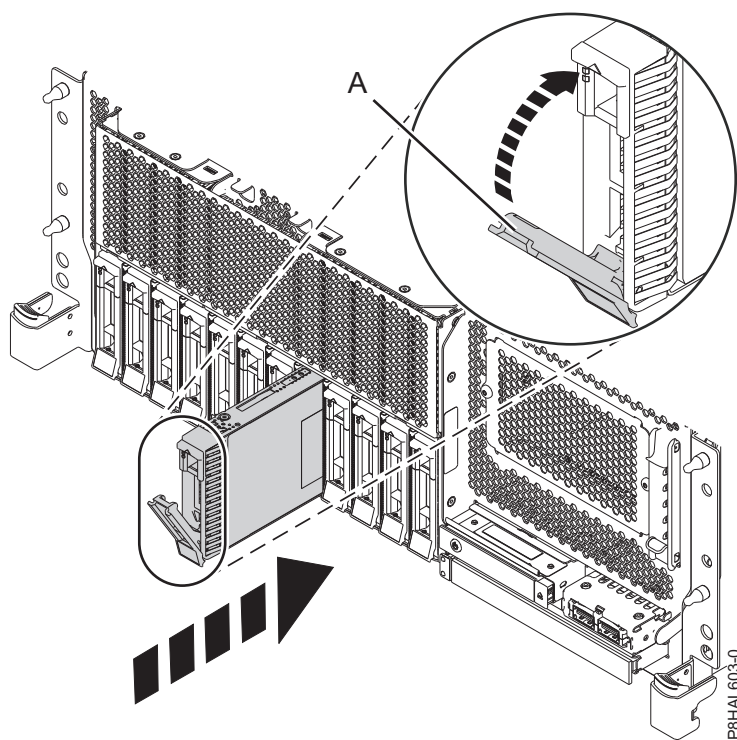
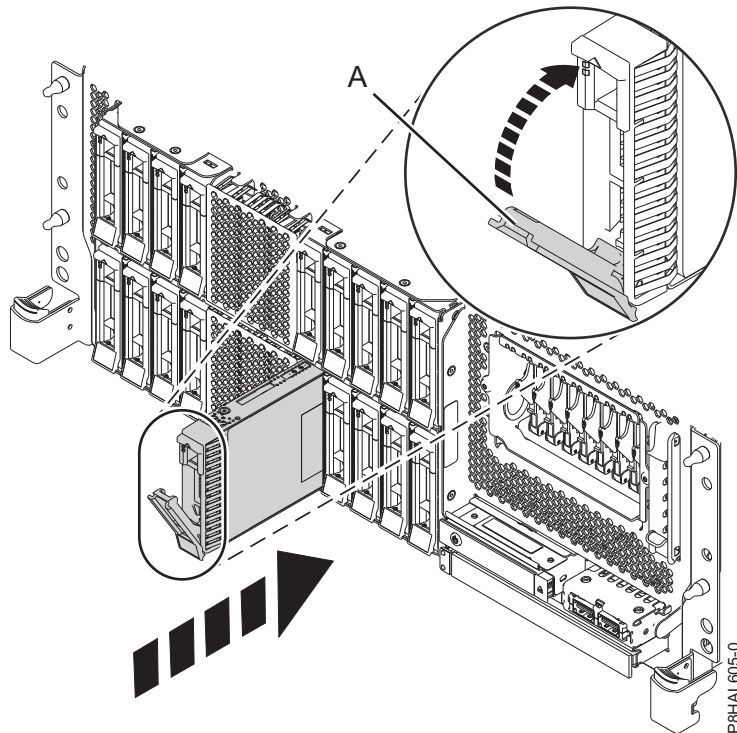
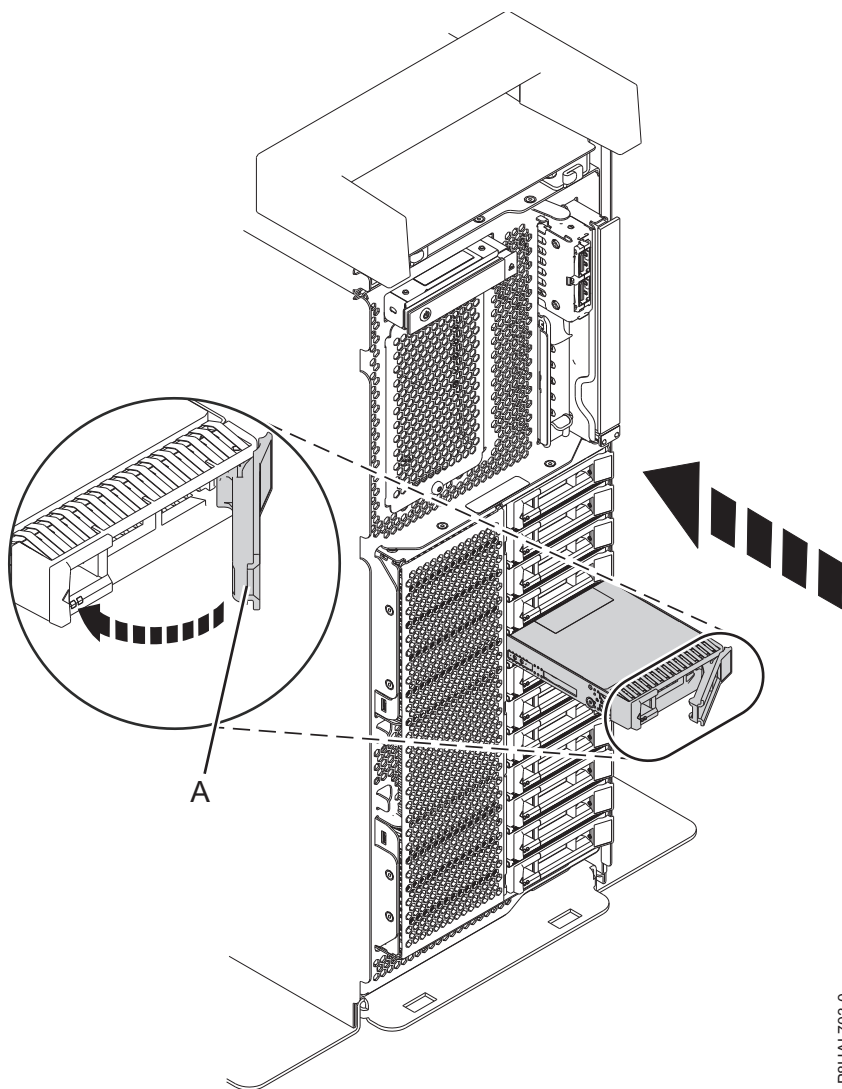
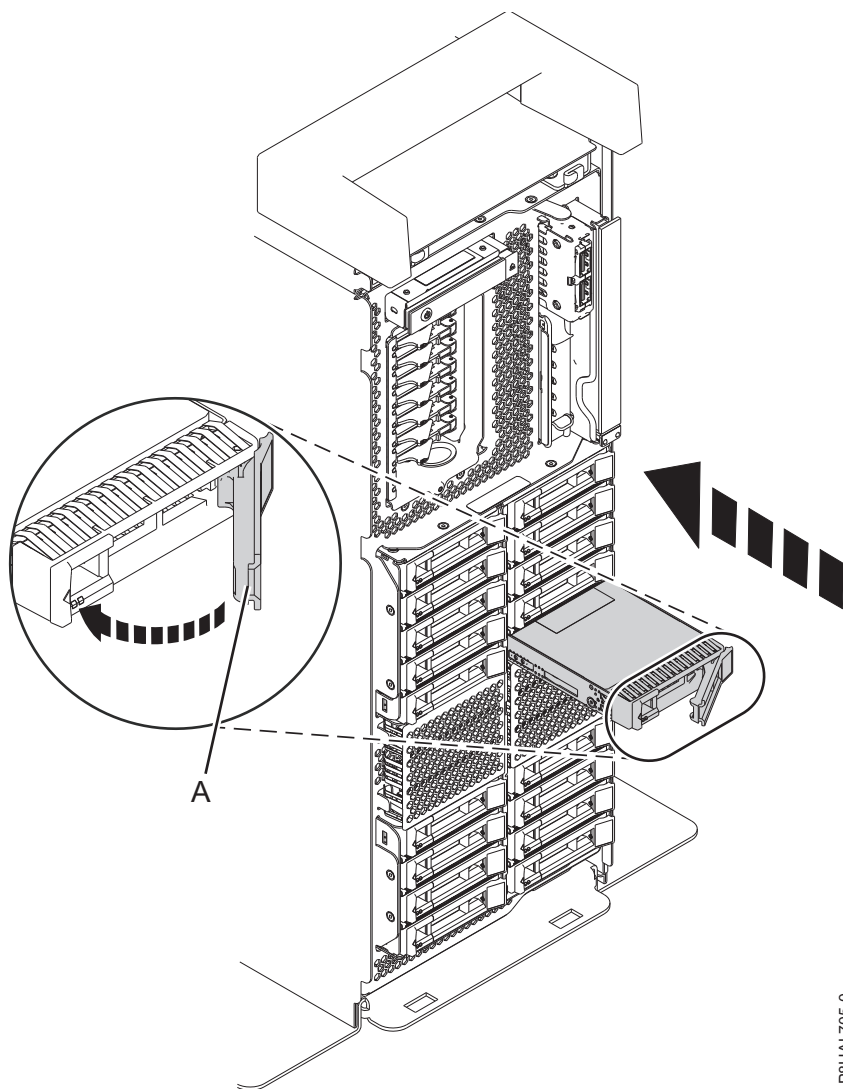

Figura 93. Substitució d'una unitat de disc d'un sistema de funció bàsica muntat en bastidor
Figura 94. Substitució d'una unitat de disc d'un sistema de funció expandida muntat en bastidor
Figura 95. Substitució d'una unitat de disc d'un sistema de funció bàsica autònom
Figura 96. Substitució d'una unitat de disc d'un sistema de funció expandida autònom
4. Desbloquegeu la nansa del compartiment d'unitats (**A**) prement-la i estirant-la cap a vosaltres. Si la nansa no s'estén del tot, la unitat no podrà lliscar en el sistema. Consulteu Figura 93 a la pàgina 103, Figura 94 a la pàgina 103, Figura 95 a la pàgina 104 i Figura 96 a la pàgina 105.
9. Quan el LED d'identificació es torni fix, moveu la unitat al fons del sistema i pressioneu la nansa de la unitat (**A**) fins que quedi bloquejada, tal com es mostra a Figura 93 a la pàgina 103, Figura 94 a la pàgina 103, Figura 95 a la pàgina 104 i Figura 96 a la pàgina 105.